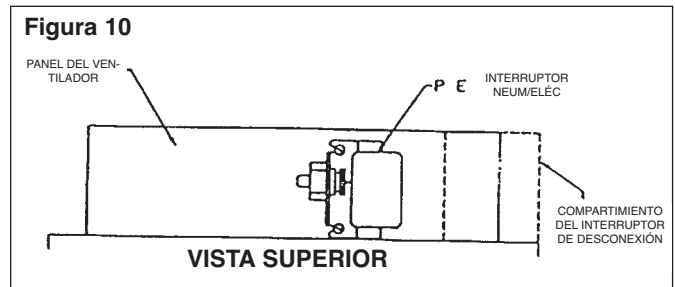

Figura 10
1. Instale el Interruptor Neumático/Eléctrico según se muestra en la Figura 10 utilizando 2 tornillos suministrados.